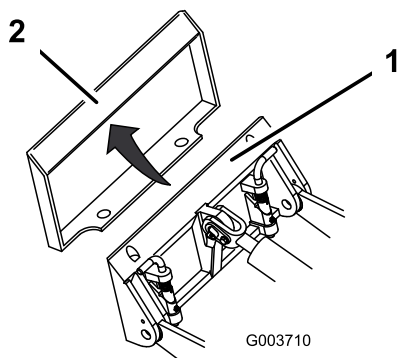

Figura 15
4. Coloque la placa de montaje debajo del reborde superior de la placa receptora del accesorio (Figura 15).